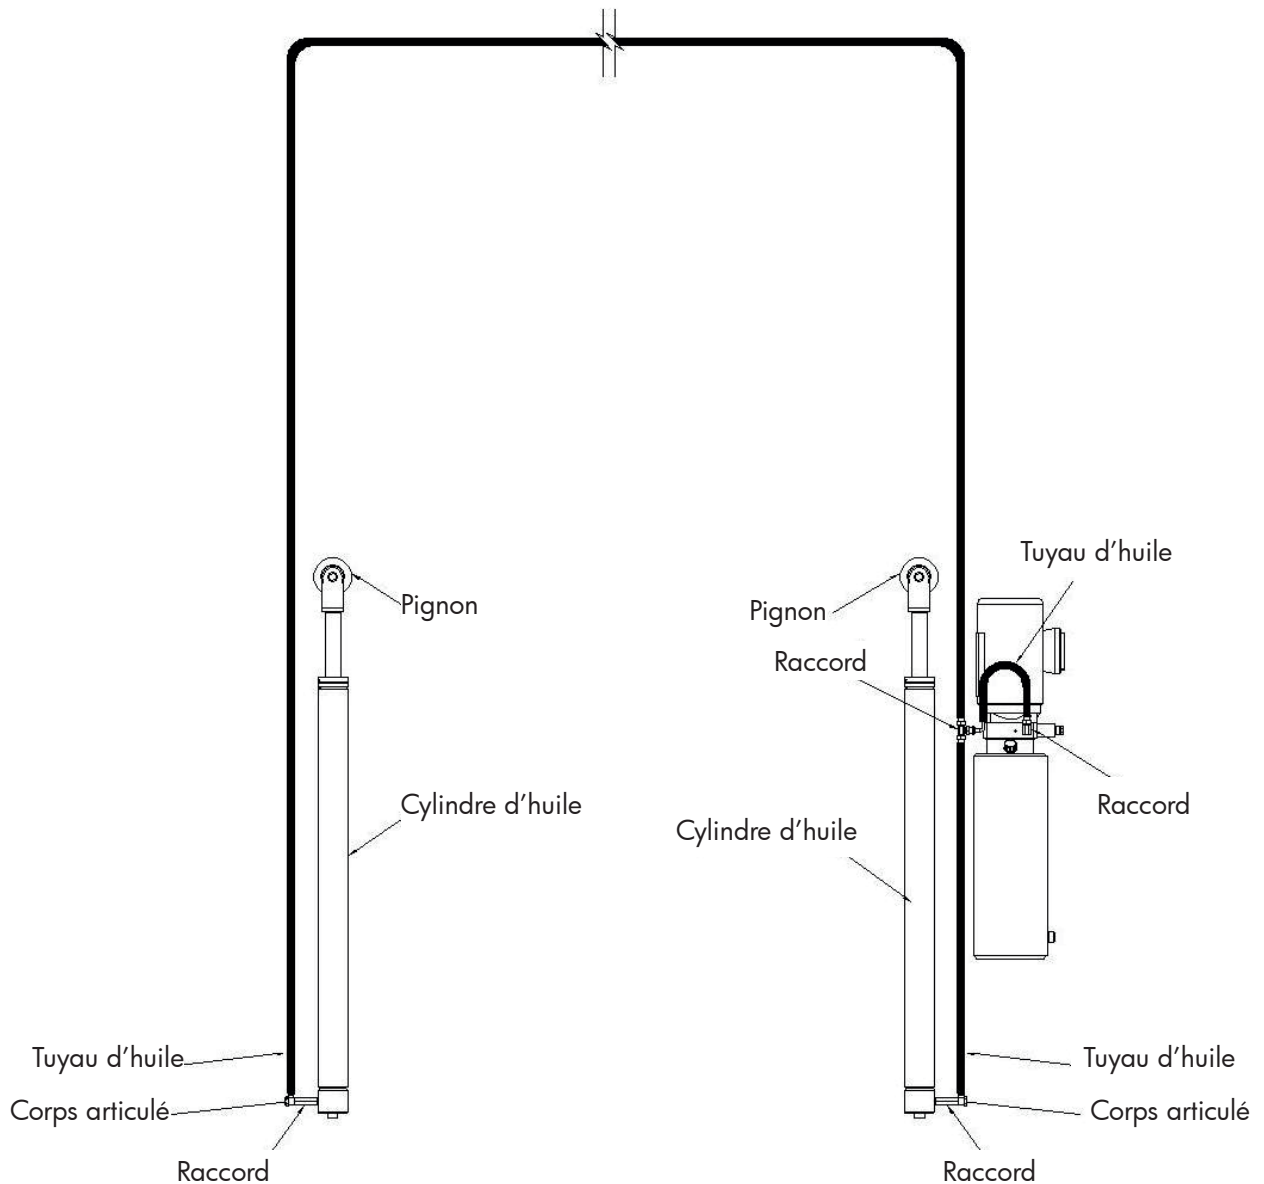

Fig. 9
8. Branchez les tuyaux d'huile suivant le schéma (**fig. 9**).